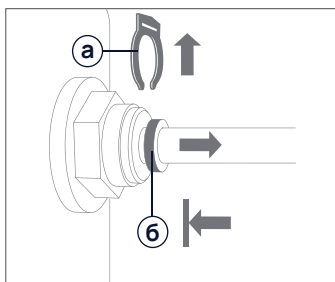

Рис. 5.
2. Удалите стопорную клипсу (а), так как это указано на рис. 5.
3. Нажмите на цанговое кольцо (б) у основания фитинга, как на рис. 5.